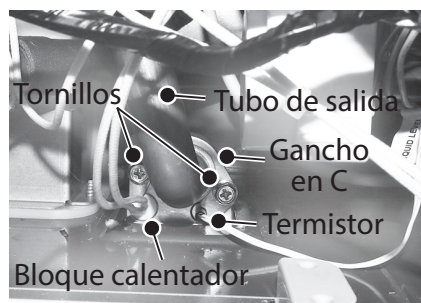

Figura 189 - Retiro del gancho en C y los tornillos
- 15** Ubique el gancho en C que fija el conjunto de salida a la tubería de agua. Retire los dos tornillos que fijan el gancho en C. Deje los tornillos y el gancho en C a un lado en un lugar seguro para volver a instalarlos. Consulte la Figura 189.